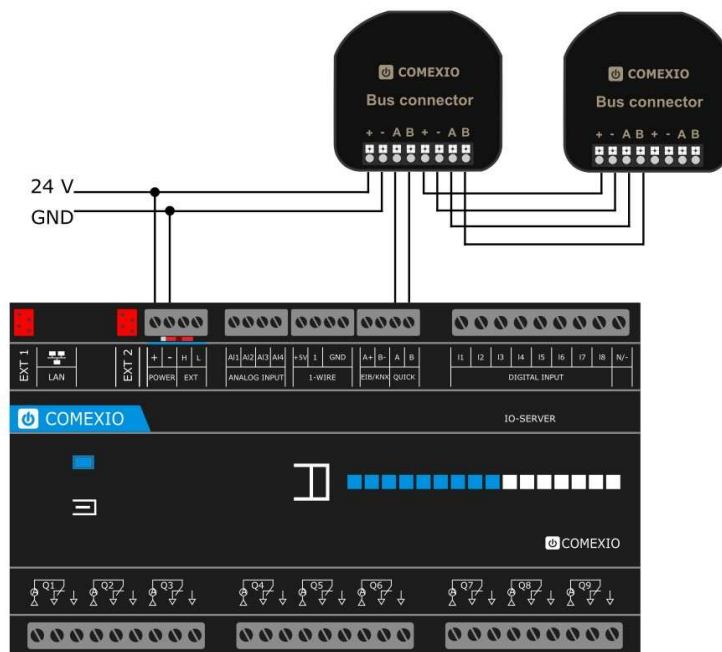

Bild 3 | Figure 3
1. Schließen Sie die Versorgungsspannung und am Bus connector an (Bild 3)
1. Connect the supply voltage and to the bus connector (Figure 3)